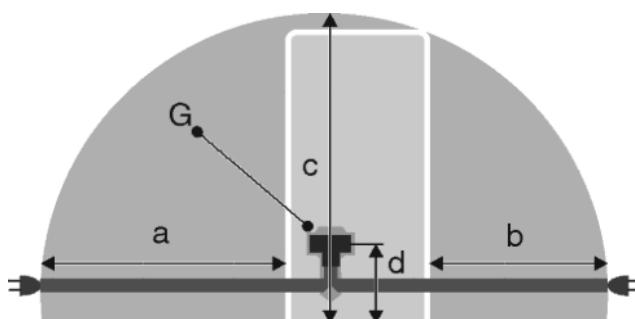

Fig. 50
- Розетка находится вне зоны задней стенки в данной зоне. Fig. 50 (a, b, c)
- Штекер устройства Fig. 50 (G) подсоединить с задней стороны устройства. Следить за правильной фиксацией.